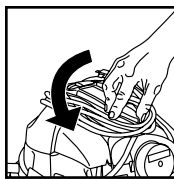

FIGURE 19
44. Pour retirer le cordon d'alimentation du rembobineur, saisissez les côtés de la section arrière du rembobineur (logée derrière la poignée) puis tournez un demi-tour dans le sens antihoraire jusqu'à ce que la section s'élève au-dessus de la poignée. **FIGURE 19.**